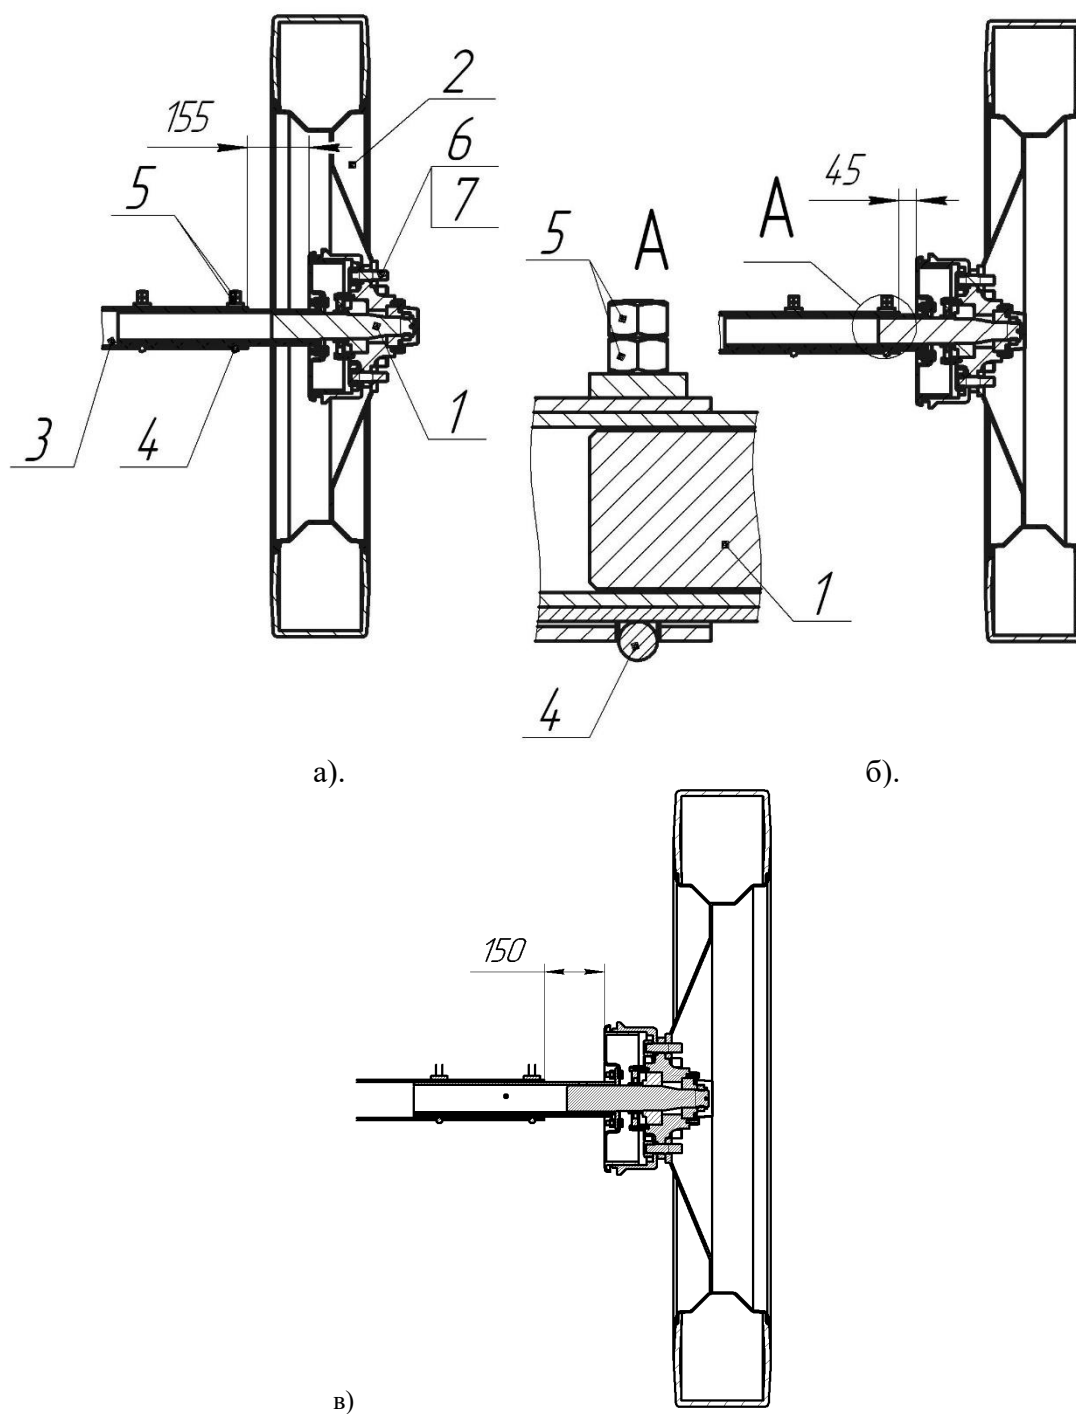

Рис. 12. Схема установки колес при колее а) 1500 мм, б) 1800 мм, в) 2100 мм.
Опрыскиватель можно установить на колею 1500 (рис. 12 а) или 1800 мм (рис. 12 б). Колея регулируется бесступенчато.
- переместить полуоси 1, на расстояние, указанное на рис. 12;
- поменять местами колеса и перевернуть их, как показано на рис. 12; после монтажа колес протектор шин должен иметь исходное направление.
Внимание! Размеры, указанные на рис.12, относятся к опрыскивателям стандартной комплектации. В случае использования колесных дисков других производителей, алгоритм изменения колеи может быть изменен.